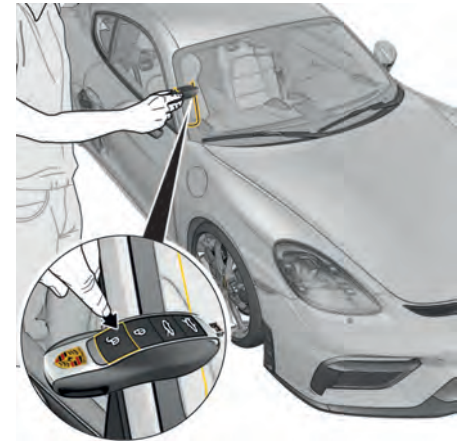

Fig. 226 : Déverrouillage de secours en cas de dysfonctionnement de la télécommande
- ▶ Placez la clé du véhicule sur le bord extérieur du pare-brise, **côté passager** et appuyez en même temps sur la touche  (fig. 226).